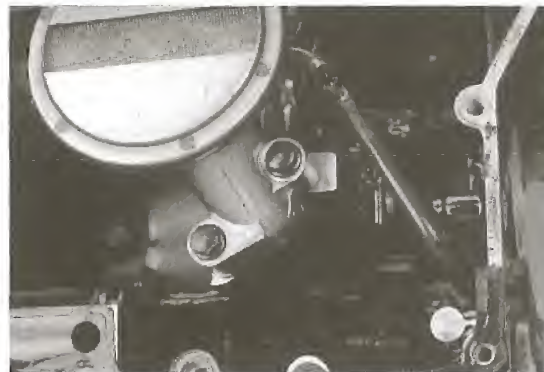

Bild 132
- Ölsaugglocke (Bild 132) nach Ausdrehen der Befestigungsschrauben abnehmen.